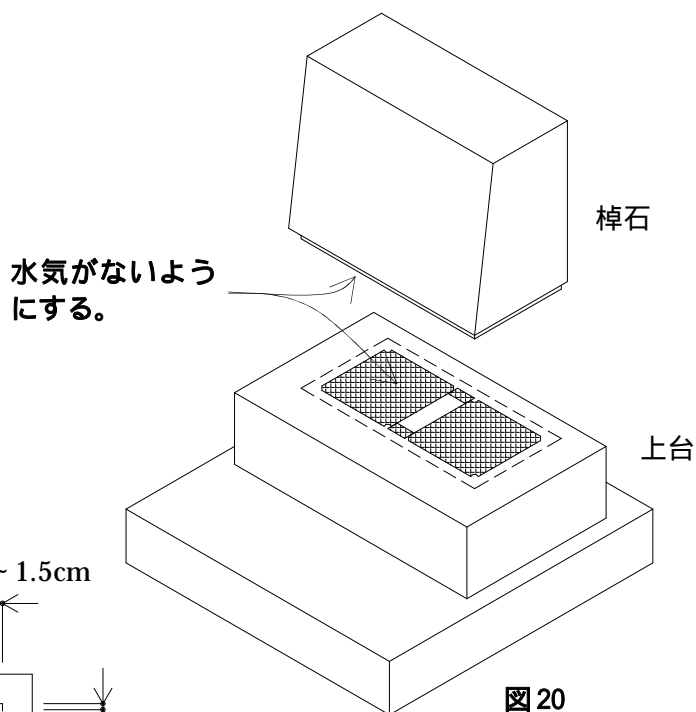

図 20
- 手順 2. 両方の接合面に水気がある場合には、ガスバーナー等により完全に乾かします。(図 20 参照)